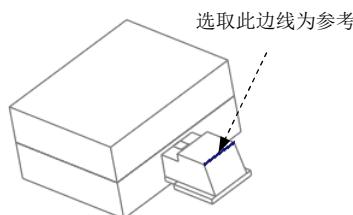
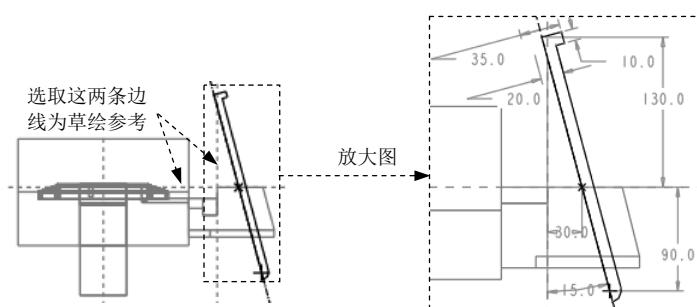

图 27.49 选取参考
图 27.50 截面草图
Step2. 单击 **模具** 功能选项卡 **元件** ▾ 区域中的“**模具元件**”按钮，在系统弹出的菜单中单击 **创建模具元件** 选项。在系统弹出的“确认”信息对话框中单击 **是 (I)** 按钮。
Step4. 在系统弹出的“**创建选项**”对话框中选中 **创建特征** 单选项，然后单击 **确定** 按钮。系统弹出“**模具特征**”菜单。单击 **模具** 功能选项卡 **形状** ▾ 区域中的 **旋转** 按钮，此时系统弹出“**旋转**”操控板；在出现的操控板中，确认“**实体**”类型按钮 被按下；创建基准点 PNT0，该基准点在下步将被作为创建基准平面的参考点。单击 **模具** 功能选项卡 **基准** ▾ 区域中的“**创建基准点**”按钮 ，系统弹出“**基准点**”对话框，选取图 27.49 所示的边线为参考边，然后输入偏移值 0.5，单击“**基准点**”对话框中的 **确定** 按钮；创建基准平面 DTM1，该基准平面将在下面作为旋转特征的草绘平面。单击 **模具** 功能选项卡 **基准** ▾ 区域中的“**创建基准平面**”按钮 ，系统弹出“**基准平面**”对话框，选取上一步创建的基准点 PNT0，按住 **Ctrl** 键，选取 MOLD_FRONT 基准平面，单击“**基准平面**”对话框中的 **确定** 按钮；右击，从快捷菜单中选择 **定义内部草绘...** 命令。选取上一步创建的 DTM1 基准平面为草绘平面；选取 MAIN_PARTING_PLN 基准平面为草绘参考，方位为 **上**，单击 **草绘** 按钮，系统进入截面草绘环境；进入截面草绘环境后，选取图 27.50 所示的边线为草绘参考，然后绘制图 27.50 所示的截面草图。完成特征截面的绘制后，单击“**草绘**”操控板中的“**确定**”按钮 ；在操控板中选取旋转角度类型 ，旋转角度为 360°；在“**旋转**”操控板中单击 按钮，完成特征的创建。